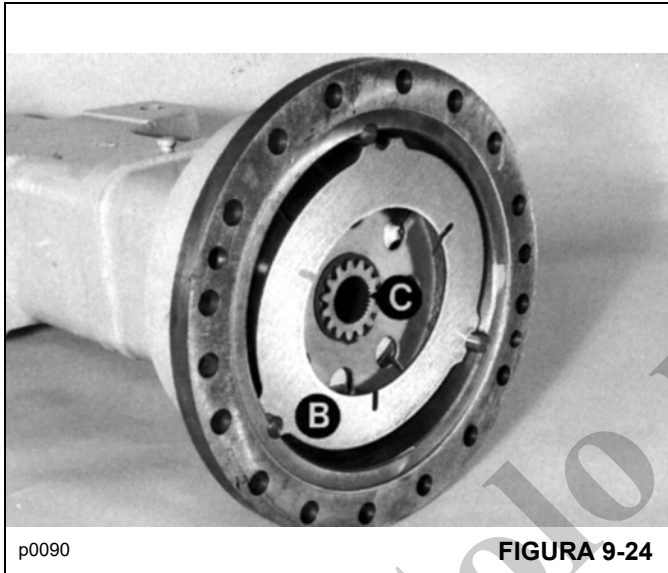

FIGURA 9-24
5. Instale un plato de respaldo **B** (Figura 9-24) en la caja, después el conjunto de freno y luego el otro plato de respaldo. Asegúrese que el extremo biselado del retenedor de freno **C** quede orientado en sentido opuesto a la cabeza motriz. Vuelva a colocar los platos de respaldo en sus posiciones originales. Empuje el conjunto de freno completamente para fijarlo en su lugar.